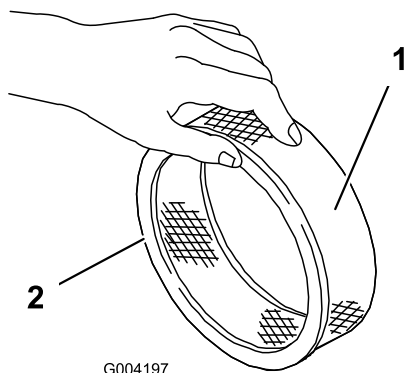

図 146
5. ペーパーフィルタに汚れや油汚れ、ゴムシールの傷がないか点検する 図 146。